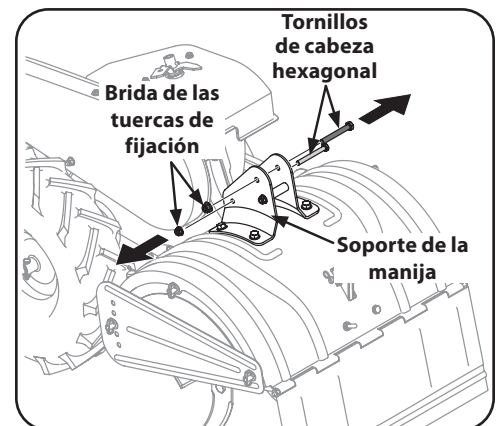

Figura 2-2
1. Retire los dos tornillos de cabeza hexagonal y tuercas de bloqueo de los soportes de montaje de la manija, pero no quite el tornillo hexagonal final y la tuerca de la brida. Vea la Figura 2-2.